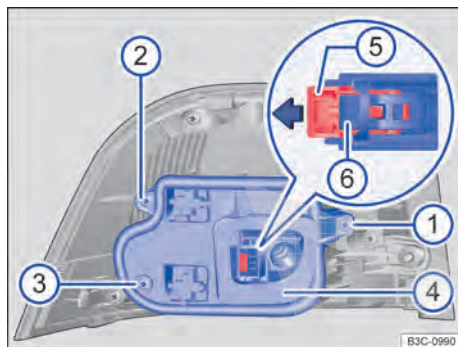

Fig. 281 Lanterna traseira na carroceria: desinstalar o suporte da lâmpada.
6. Puxar o travamento do plugue ⇒ Fig. 281 ⑤ no sentido da seta.
7. Pressionar o travamento ⑥ e retirar o conector.
9. Com a lâmina da chave de fenda das ferramentas de bordo ⇒ Fig. 253, desaparafusar os parafusos ⇒ Fig. 281 ①, ② e ③.
12. Instalar o suporte da lâmpada na lanterna traseira e parafusar os parafusos ①, ② e ③.